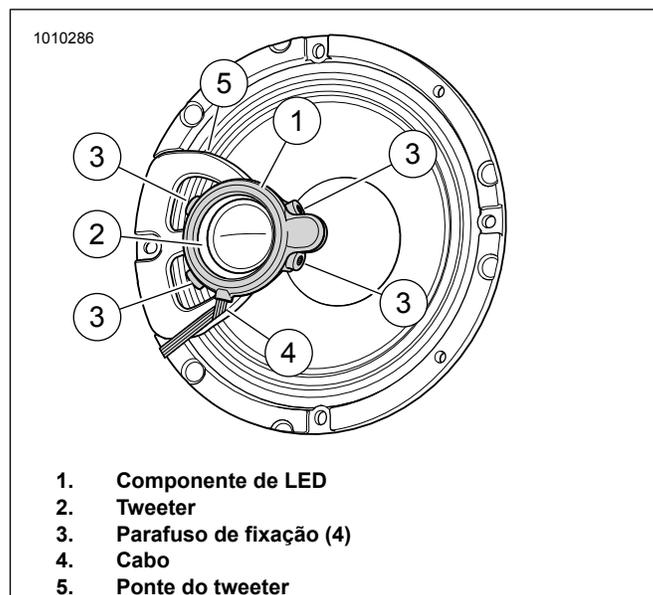

Figura 10. Alto-falante, tweeter, ponte do tweeter e luz LED
Veja a figura 10. Coloque o componente de LED (1) no tweeter (2) conforme mostrado. Aperte levemente o componente de LED no local.